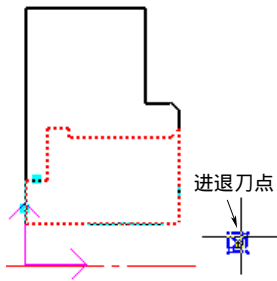

图 4-197 选择进退刀点
6) 选择进退刀点。指定一点作为刀具加工前和加工后所在的位置，如图 4-197 所示。要保证选取的点在进退刀时不会与工件干涉。